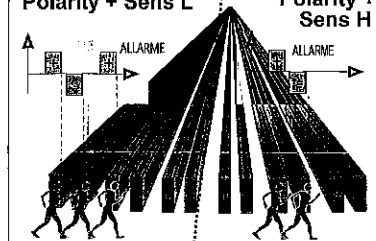

Fig.13a
**SENS-L + POLARITY**: si ha la condizione di allarme con l'attraversamento di tre semifasci (fig. 13a).